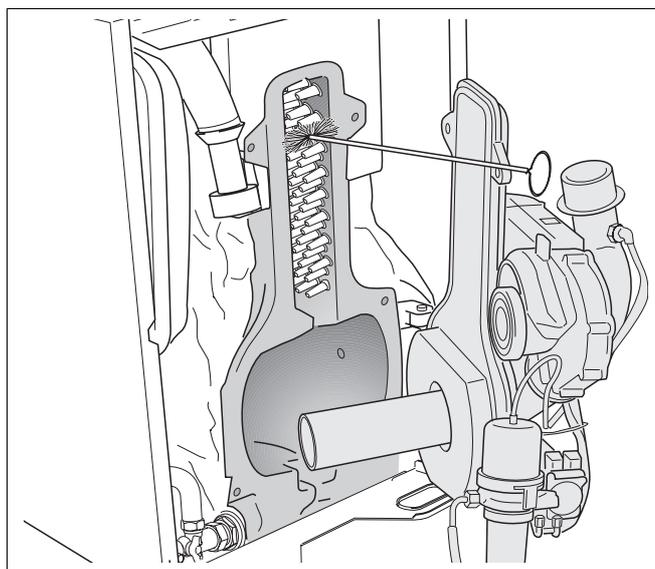

Fig. 70 Pulire le superfici di scambio termico della camera di combustione
- Pulire i tiraggi mediante movimenti orizzontali della spazzola (fig. 70).